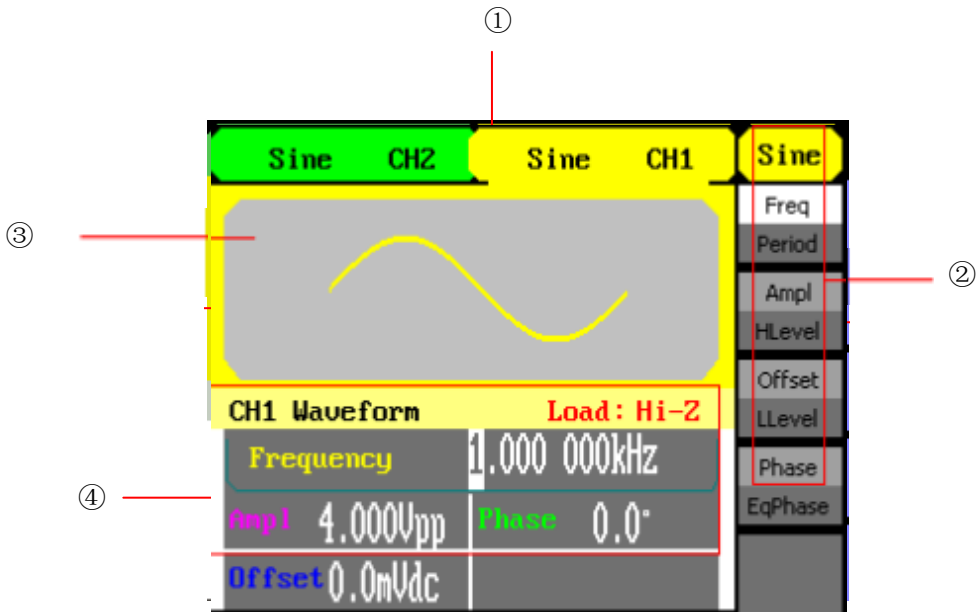

图 1-4 GX1000 用户界面
GX1000 系列函数/任意波形发生器的常规显示界面如图 1-4 所示。主要包括通道显示区、波形显示区、参数显示区和操作菜单区。通过操作菜单区我们可以选择需要更改的参数如频率/周期、幅值/高电平、偏移/低电平、相位等参数来输出所需要的波形。
①通道显示区
②操作菜单区
③波形显示区
④参数显示区
如图 1-4 所示，在④参数显示区中包括 frequency（频率）、Ampl（幅值）、Phase（相位）和 Offset（偏移量）等参数，用户可在②操作菜单显示区中通过数字键、旋钮、方向键和对应的功能键来修改相应的参数值。